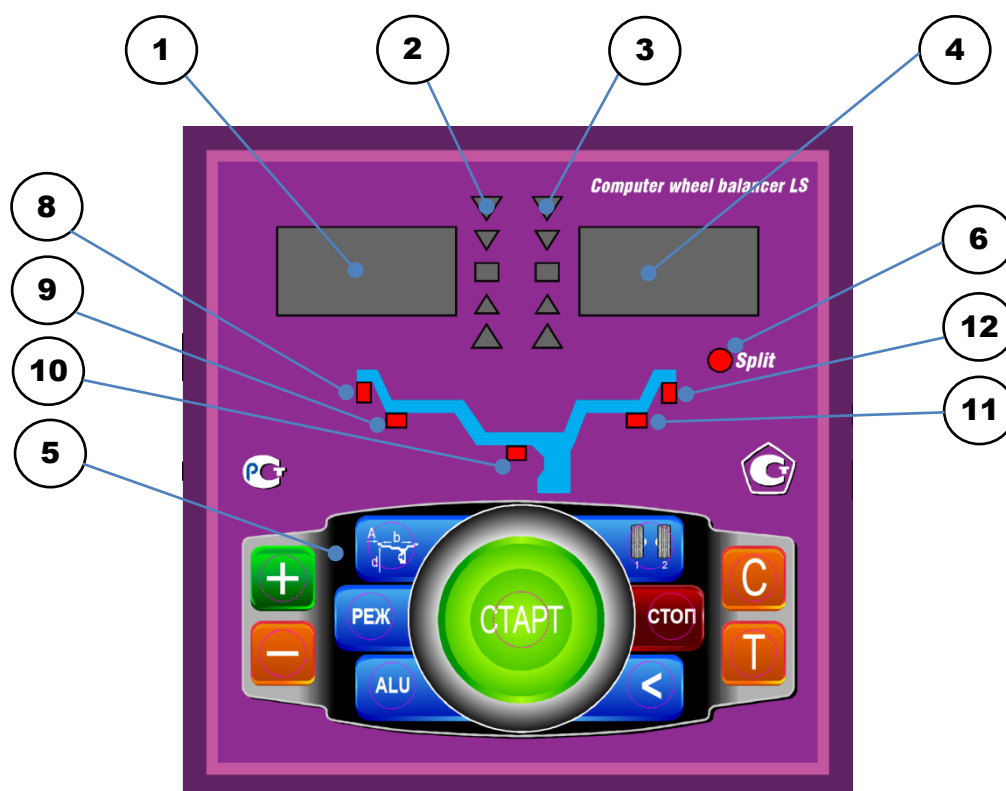

рис.8.1.
8.1. Общий вид лицевой панели показан на рис. 8.1.
При выдвижении штанги на индикаторах 1 (рис. 8.1) отображается значение параметра "А". Значение параметра "d" отображается на индикаторах 4.
Для ввода ширины нажмите кнопку "+" или "-" на индикаторах 1(рис.8.1) высветится "-b-", а на индикаторах 4 значение ширины диска. Через 2-3 сек после установки ширины индикаторы в режим отображения текущего дисбаланса.
Дважды нажать кнопку "A, d, b", после чего на индикаторах 1 (рис.8.1) загорается символ "A", а на индикаторах 4 исходная величина дистанции. Нажимая кнопки "-" и "+" установить на индикаторах 4 требуемую величину дистанции. Через 2-3 сек после установки дистанции показания на индикаторах 1 и 4 возвращаются к отображению текущего дисбаланса, а кнопки "-" и "+" возвращаются в режим ввода ширины обода.
11.1. Переключение схем ALU1-ALU5 осуществляется последовательным нажатием кнопки "ALU" при этом схема установки грузов отображается загоранием соответствующих светодиодов 8-12 (рис.8.1), кроме того, на индикаторах 1 отображаются символы ALU, а на индикаторах 4 номер 1-5. Через 2-3 сек. после установки требуемой программы ALU индикаторы 1-4 переходят в режим отображения дисбаланса.
12.3. Для входа в программу Split удерживайте кнопку РЕЖ, до того как загорится светодиод 6 (рис.8.1) и на индикаторах 1 загораются символы "SPn", означающие, что необходимо ввести число спиц обода колеса, подлежащего балансировке. При этом на индикаторах 4 загораются цифра 5. Если число спиц колеса отличается от 5, кнопками "-" и "+" установить на индикаторах 4 фактическое число спиц колеса.
12.4. Запустите СБ. После остановки вала установите любую спицу обода колеса вертикально вверх (на 12 часов) и нажмите кнопку С. После чего, на индикаторе 1 и линейке 2 (рис.8.1) будут указаны величина и место установки корректирующего груза на внутренней плоскости.
Эта функция обеспечивается тем, что каждый раз при вводе новых геометрических параметров и установке требуемой программы ALU, предыдущее состояние запоминается. Для перехода от одного набора параметров к другому необходимо нажать кнопку "1-2". Визуальный контроль того, какие параметры установлены в данный момент, осуществляется нажатием "A,d,b" на индикаторах 4 (рис.8.1) будут последовательно отображены, установленные в данный момент диаметр, ширина обода и дистанция.
14.1. При включении тумблера питания СБ на индикаторах 1 (рис. 8.1) высвечивается трёхзначное число - номер версии программного обеспечения. Через 2-3 сек на индикаторах 1 и 4 должны загореться нули, кроме того должны загореться светодиоды 8 и 12, что свидетельствует о включении режима стандартной балансировки с установкой на обеих плоскостях коррекции грузиков на пружинках. На линейках 2 и 3 (рис. 8.1) должны загореться центральные светодиоды.
14.2. При включении СБ программа измерения дисбаланса настраивается таким образом, что дисбаланс менее 8 г (заводская установка для легкового режима) на любой плоскости коррекции не показывается, в этом случае на индикаторах 1 и 4 (рис. 8.1) высвечиваются "0". Минимальный дисбаланс отображающийся на индикаторах 1 и 4 равен 8г. Дисбаланс, превышающий 8г, округляется до величины кратной 5, т. е. дисбаланс 9, 10, 11 и 12 г отображается цифрой 10, дисбаланс 13, 14, 15, 16 и 17 г - цифрой 15 и т. д. Для просмотра неокруглённого значения дисбаланса или дисбаланса менее 8г. необходимо нажать кнопку "<", при этом на индикаторах 1 и 4 на 2-3 сек высвечиваются фактические значения дисбаланса, определённые в данном запуске.